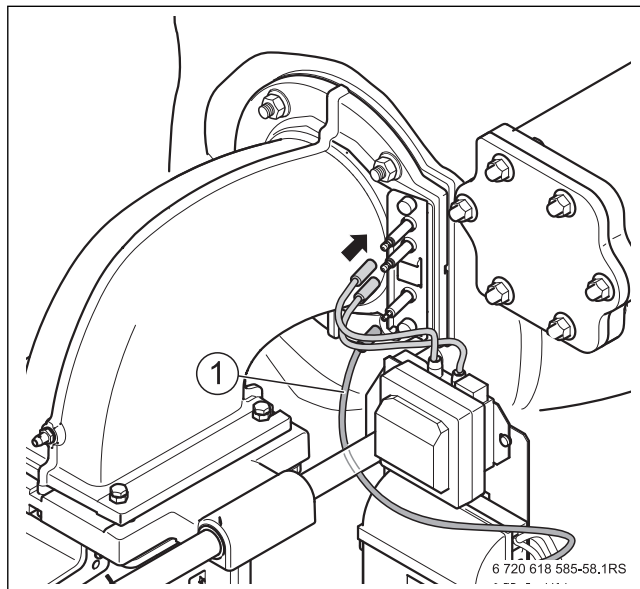

Bild 67 Steckverbindung am Elektrodenblock
- ▶ Alle elektrischen Verbindungsleitungen an der Gasarmatur, am Gebläse und die Steckverbindungen am Elektrodenblock aufstecken. Dabei Ionisationskabel [1] wie in Bild 67 dargestellt verlegen (unterhalb der Führungstange).